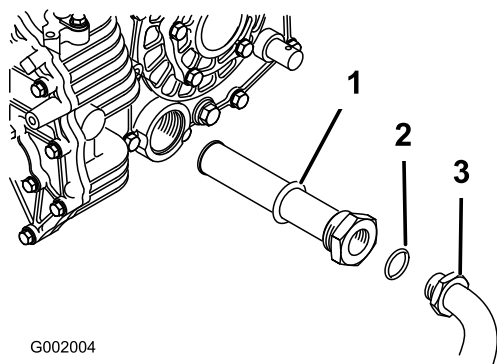

Figura 65
- Retire o tubo do hidráulico e o conector de 90° (Figura 65).